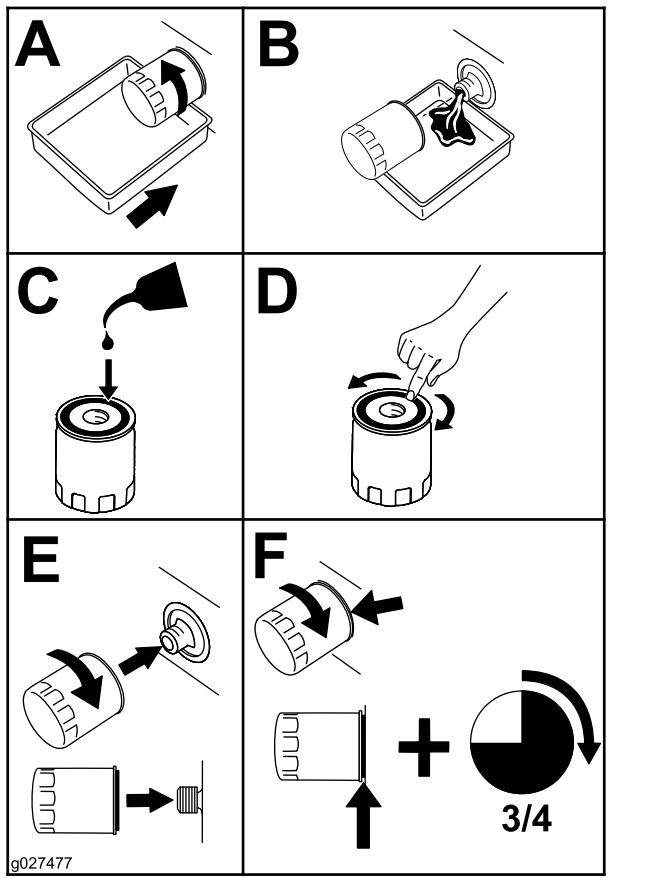

Figura 46
4. Sustituya el filtro de aceite del motor (Figura 46).